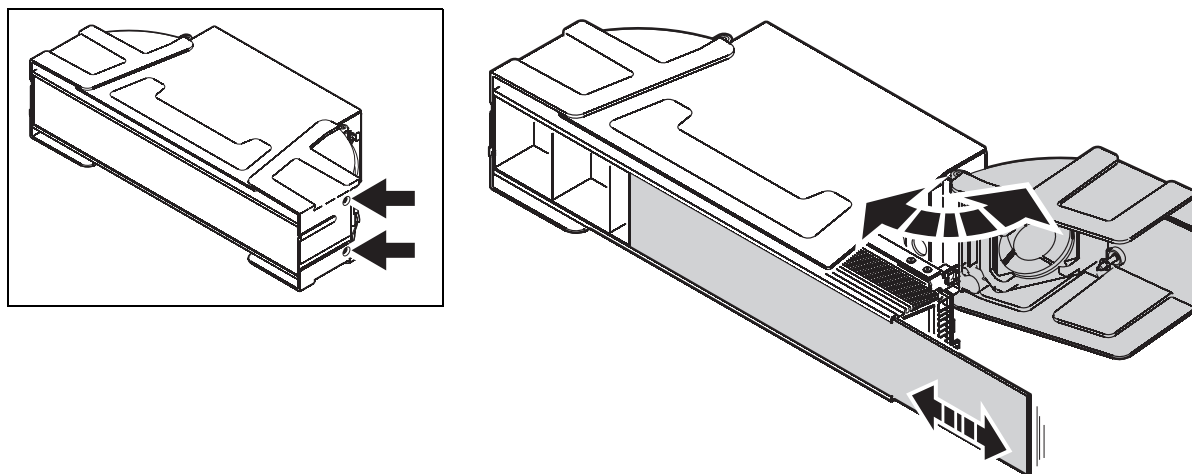

figura 5: montaggio e smontaggio del frontale diffusore
2. Vedere figura 5. Allentare le due viti prigioniere (indicate in figura) sulla copertura dell'estremità e far oscillare la copertura dell'estremità fino ad aprirla.
2. Rimuovere il connettore d'ingresso alimentazione blu dalla presa di alimentazione. Vedere figura 5. Allentare le due viti prigioniere (indicate con una freccia) sulla copertura dell'estremità in prossimità dell'ingresso alimentazione e far oscillare la copertura dell'estremità fino ad aprirla.
Per rimuovere il riflettore, aprire entrambe le coperture dell'estremità come illustrato in figura 5 a pag. 19 e sollevare il riflettore per estrarlo dall'apparecchio.